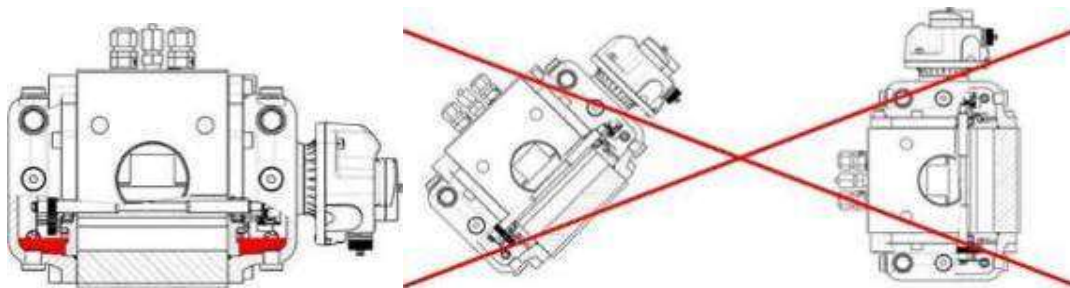

Рисунок 7 Расположение счетчика при монтаже
**3.4.4 Оси роторов счетчика должны быть в горизонтальном положении, максимальный допустимый наклон оси  $\pm 5^\circ$  ( $\pm 0,5^\circ$  для счетчиков с DN 40 ) (рисунок 7).**